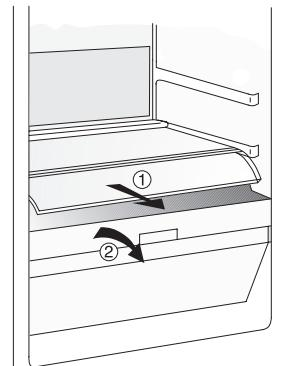

Abb. 2
- Das Fach entfernen (siehe **Abb. 2**)
- Die einzufrierenden Lebensmittel laut **Abb. 1** anordnen, wenn das Gefrierfach mit einer Ablage ausgestattet ist, oder laut **Abb. 2**, wenn keine Ablage vorhanden ist.